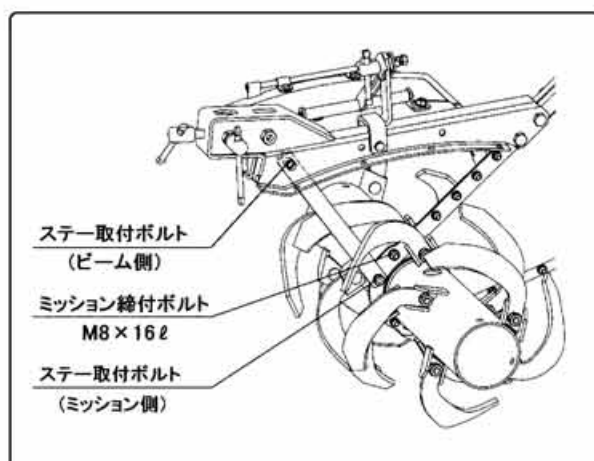

図55
- ②ステー取付ボルト (ビーム側) をゆるめてください。(図55)
- ③ステー取付ボルト (ミッション側) のボルトを取外してください。(図55)
- ④ミッション締付ボルト (M8×16ℓ) を取外してください。(図55)